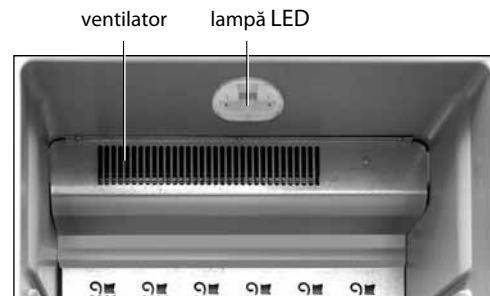

Figura 2
**1.3** Frigiderul este echipat cu ventilator încorporat, vezi figura 2, care asigură circulația forțată a aerului în cameră.
**2.2.2** După pornirea frigiderului începe să lucreze ventilatorul intern cum se arată în figura 2.